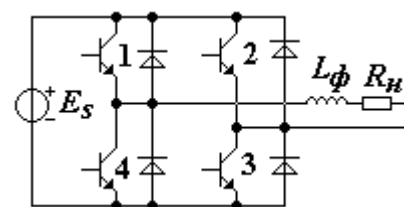

Рис.1
**Задание 3-1а** Дано:  $E_S=200$  В;  $R_H=10$  Ом;  $L_\phi=0,01$  Гн;  $f=50$  Гц. Для схемы рис.1, при включении транзисторов согласно рис.2: